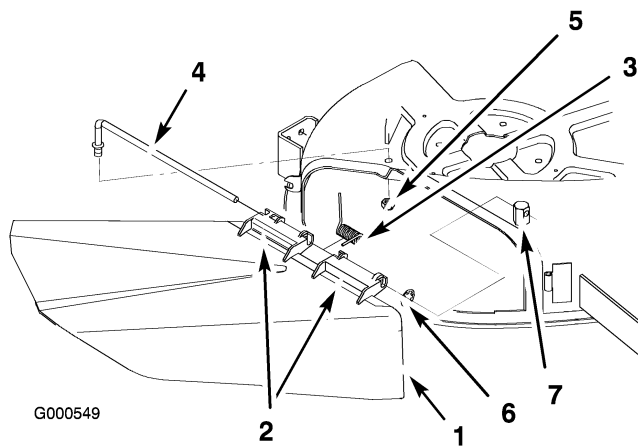

Figura 52
1. Localice los elementos mostrados en la Figura 52.
2. Retire la tuerca (3/8 pulg.) de la varilla (debajo del cortacésped) (Figura 52).
3. Deslice la varilla para retirarla del espaciador corto, de la arandela de freno interna, del muelle y del deflector de hierba (Figura 52). Retire el deflector de hierba dañado o desgastado.
4. Cambie el deflector de hierba y la arandela de freno interna (Figura 52).
6. Coloque el muelle sobre la varilla, con los extremos de los alambres hacia abajo, y entre los soportes del deflector de hierba. Deslice la varilla por el segundo soporte del deflector de hierba y por la arandela de freno interna (Figura 52).
7. Introduzca la varilla, en la parte delantera del deflector de hierba, por el espaciador corto de la plataforma. Fije el extremo trasero de la varilla en el cortacésped con una tuerca (3/8 pulg.) (Figura 52).